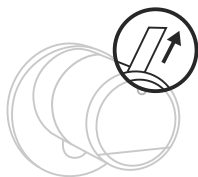

Fig. 1
Retirez les bandes de protection des batteries du cylindre (Fig. 1) pour pouvoir les utiliser.
- 1 Ouvrez l'application BURGsmart et appuyez sur le bouton « ACCESS » au milieu (Fig. 1).